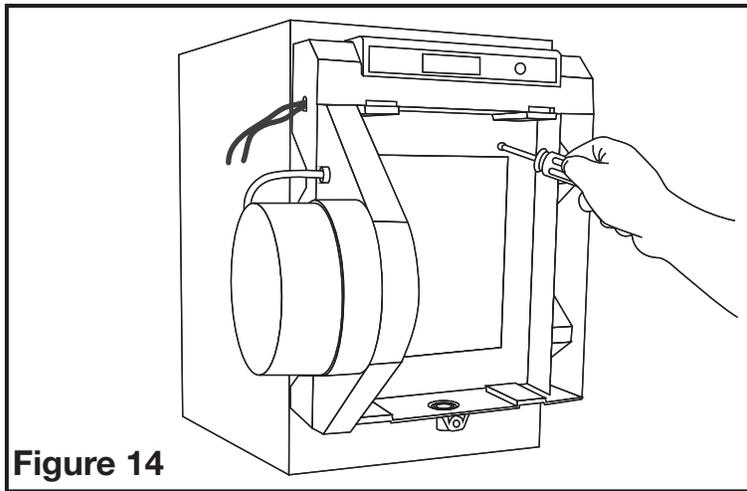

Figure 14
5. Montez le coffret de l'humidificateur sur la canalisation à l'aide de quatre des vis provenant de l'ensemble d'installation. Mettez à niveau l'humidificateur avant de serrer les vis (**Figure 14**).